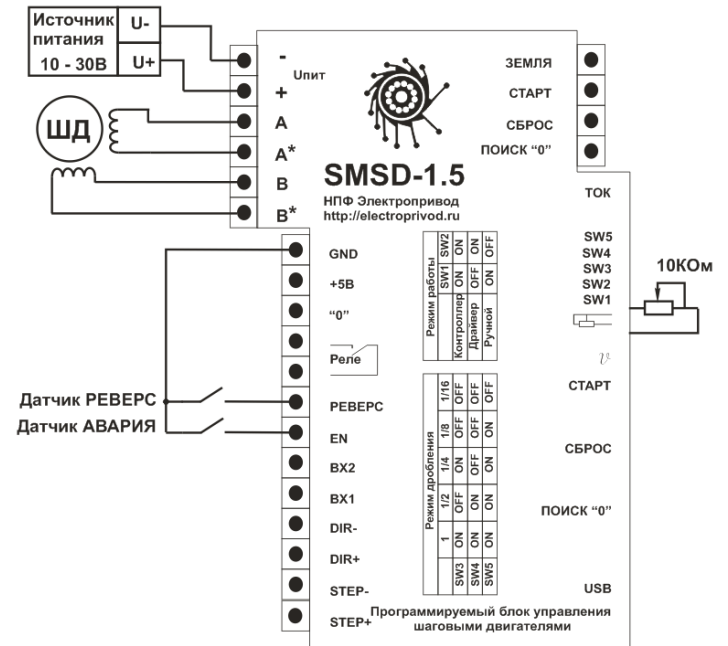

Рис.4. Схема-пример подключения блока в режиме ручного управления.
- **В ручном режиме управления** (подключение по схеме на рис. 4) регулируйте скорость вращения потенциометром. Изменение скорости осуществляется поворотом регулятора "СКОРОСТЬ" при замкнутой перемычке " ". При выходе из ручного режима управления значение скорости запоминается и восстанавливается при повторном входе в ручной режим. Для изменения направления вращения необходимо замкнуть контакты «РЕВЕРС» и «GND». Изменение направления вращения происходит по переднему фронту сигнала.